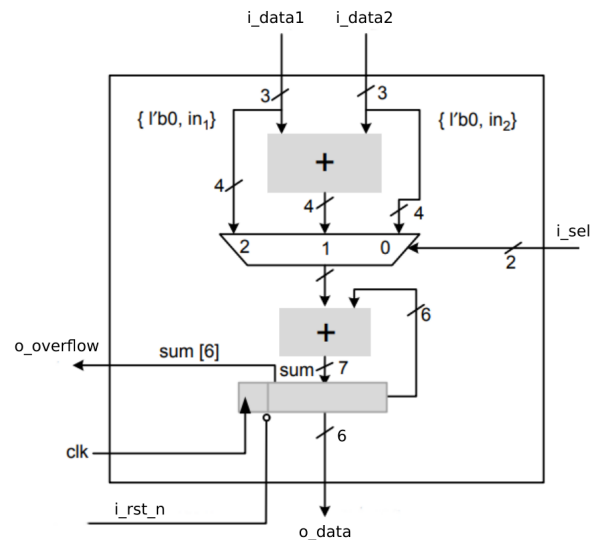

Figura 1: Esquemático del sistema
1. Escribir el código Verilog para implementar el diseño de la Figura 1 considerando reset asíncrono. Se modela el sistema en 4 módulos diferentes: